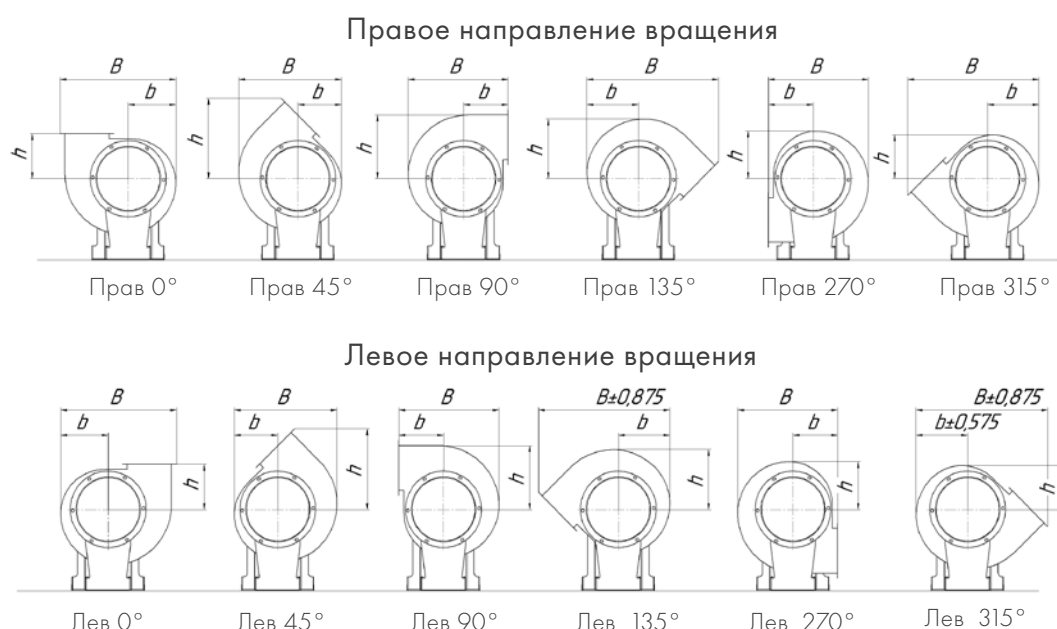

Рисунок 15 – Направление вращения и углы разворота спирального корпуса радиальных вентиляторов
- Углы поворота отсчитывают по направлению вращения рабочего колеса (Рисунок 15): Прав – правого; Лев – левого вращения